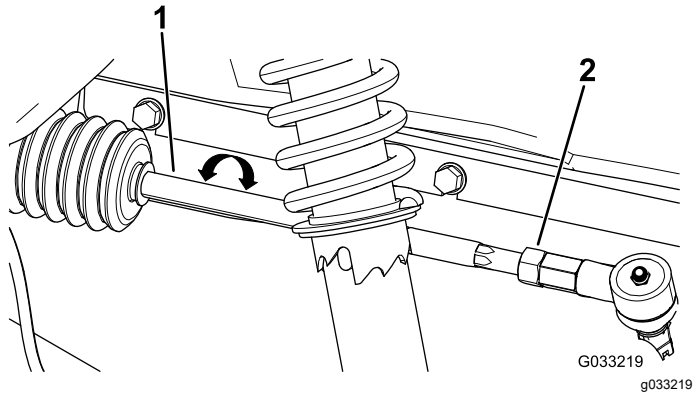

Figura 55
2. Si la distancia no es de entre 0 y 6 mm, afloje las contratuercas en el extremo exterior de las bielas (Figura 55).